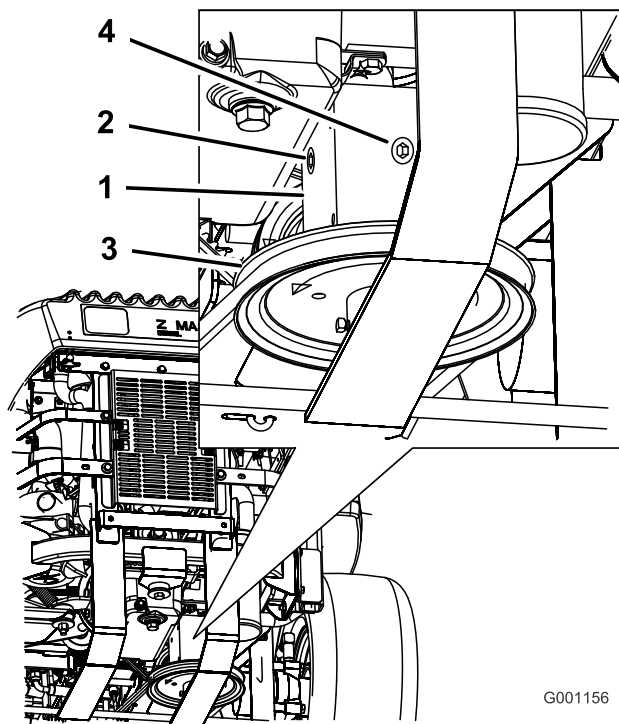

Figure 60
4. Enlevez le bouchon latéral ou arrière du boîtier (Figure 60).